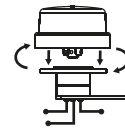

Figura 5
- Para conexão do relé, pressione e gire no sentido horário, conforme **Figura 5**. Para maior segurança, utilize uma base para relé **MarGirius**.